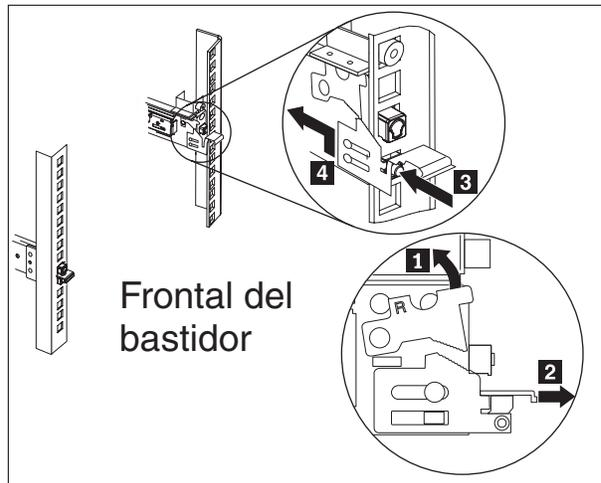

Figura 23. Retirando el extremo de los rieles deslizantes
4. Retire el extremo de los rieles deslizantes, como se muestra en la Figura 23 en la página 56.